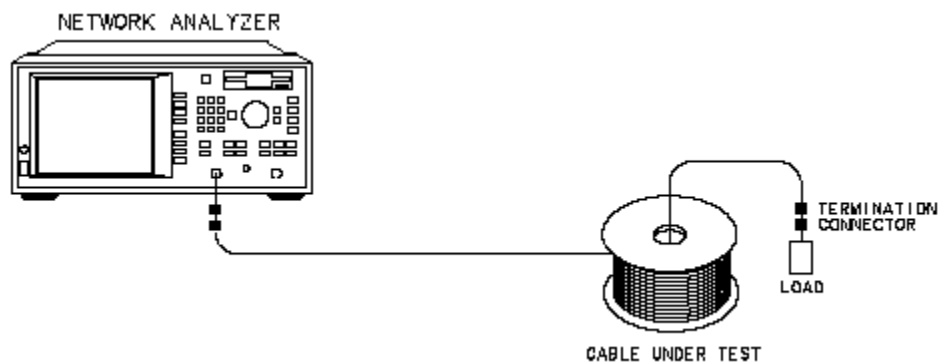

Figura 2-83. Medida básica de SRL
La configuración básica del equipo para la medida SRL se muestra en la Figura 2-83. Utilice el cable coaxial de 28 mts, primer tramo del carrete y conéctelo como indica la Figura 2-83, utilizando una carga de $50\ \Omega$.
Al conectar el cable bajo prueba como muestra en la Figura 2-83, se debe determinar el modelo de conector para mejorar la respuesta.
- a. Con el cable bajo prueba todavía conectado como se muestra la Figura 2-83, presione **[BEGIN] Cable SRL SRL Cable Scan.**